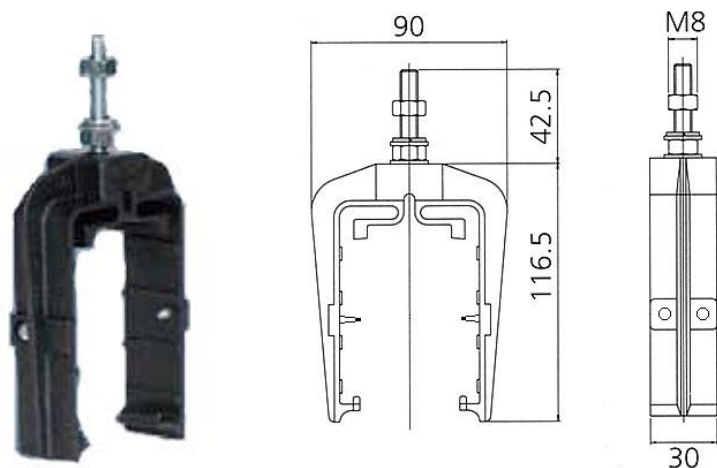

Рисунок 8 – Общий вид подвесного кронштейна с точкой фиксации
3.7. Характеристика подвесного кронштейна с точкой фиксации (см. рис.8)